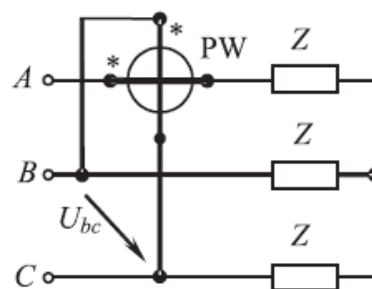

Рис. 9.21
**ЗАДАЧА 9.32.** В цепи (рис. 9.21)  $U_{л} = 220$  В,  $Z = 10 + j7,8$  Ом. Определить показание ваттметра, активную и реактивную мощности цепи.